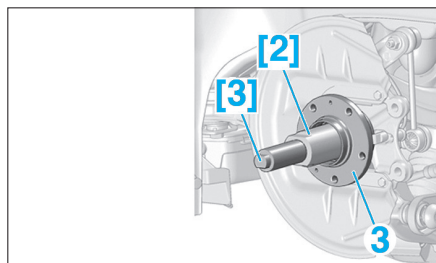

Fig. 50
- [2]. Bague (réf : Ecro 8401-T.N) (Fig.50).
- [3]. Manchon guide (réf : 8401-T.M) (Fig.50).
- Engager le moyeu sur l'outil [3] (Fig.50).
- Serrer l'outil [3] jusqu'à ce que le moyeu-roulement (3) soit en butée.